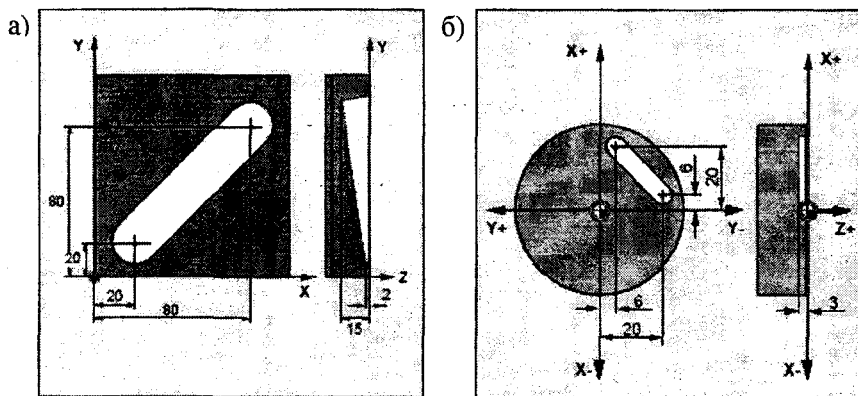

Рис. 2.9
2.2. Составьте программу фрезерования паза переменной глубины, показанного на рис. 2.9, а. Задайте плоскость обработки, правое вращение шпинделя (300 об/мин), подход к стартовой точке (в левом нижнем углу), врезание на заданную глубину, нарезание паза с учетом изменения глубины и отвод от конечной точки в исходную ($Z=100\text{мм}$). Рабочая подача 40 мм/мин.
2.3. Составьте программу фрезерования паза на торце цилиндра, выполняемого на токарном станке (рис. 2.9, б). Задайте плоскость обработки, правое вращение шпинделя (400 об/мин), подход к стартовой точке (вверху слева), врезание на заданную глубину, движение по прямой и отвод от конечной точки в исходную ($Z=100\text{мм}$). Рабочая подача 40 мм/мин. Программу напишите для DIAMON и DIAMOFF.